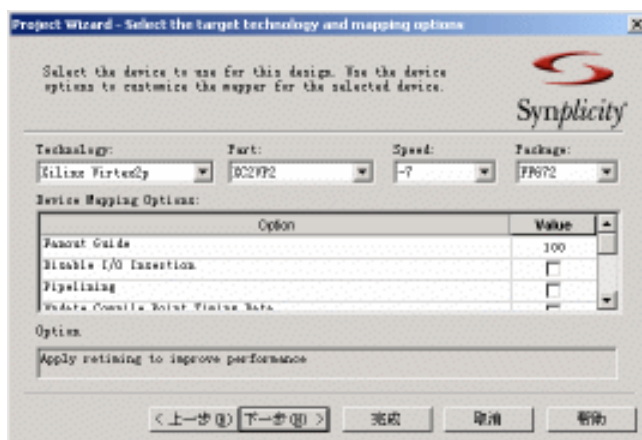

图4-7 选择器件类型，设置工程重要参数
- 单击 **OK** 按钮确认添加文件顺序，单击 **下一步(N) >** 按钮选择器件类型，设置工程重要参数。这个界面与 **Impl Options...** 按钮所启动的综合参数设置对话框完全一致，可以单击 **Impl Options...** 按钮启动综合参数设置对话框，在这里对设置的参数进行修改，参数设置如图 4-7 所示。